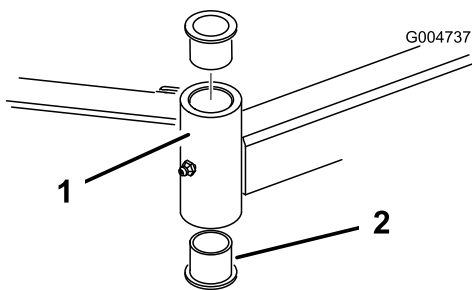

Figura 83
4. Introduza um punção para cavilhas na zona superior ou inferior do tubo de montagem e retire o casquilho para fora do tubo (Figura 83). Retire igualmente o outro casquilho do tubo. Limpe o interior dos tubos para remover a sujidade.